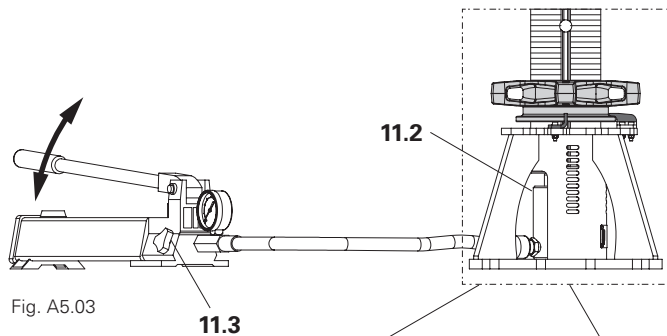

Fig. A5.03
1. Inserire il cilindro idraulico (11.2) nel meccanismo di abbassamento (1).
2. Azionare la leva della pompa fino a quando il cilindro poggia sul pressore rosso (1.1) del tubo filettato. (Fig. A5.03 - A5.03b)
3. Accumulare pressione con la leva della pompa fino a quando il manometro indica la forza richiesta o l'albero poggia sull'elemento di fissaggio, vedere schema statico e di precompressione. Controllare la corsa libera sull'elemento di fissaggio (1.3) e la pressione sul manometro. (Fig. A5.03)